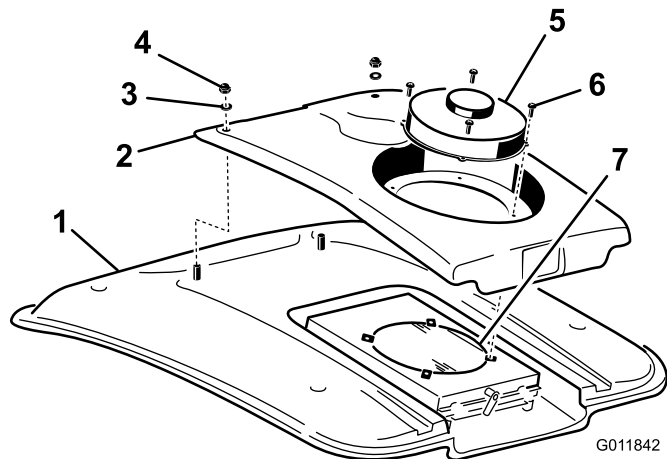

図 103
2. ファン取り付け部にファンとコンデンサを固定しているねじ（4本）を外す（図 103）。
4. コンデンサカバーの前部をキャブの屋根に固定しているナット（2個）とワッシャを外す（図 103）。
8. スクリーンを圧縮空気ですていねいに洗淨する（図 103）。